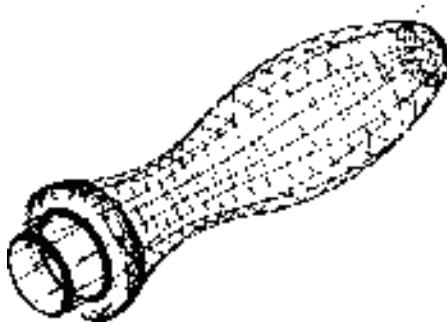

图 10-11 UCS 坐标和手柄的二维线框图
(1) 二维线框 (2) 用直线和曲线表示对象的边界。光栅和 OLE 对象、线型和线宽都是可见的。即使将 COMPASS 系统变量的值设置为“1”，也不会出现在二维线框视图中。图 10-11 所示是 UCS 坐标和手柄二维线框图。